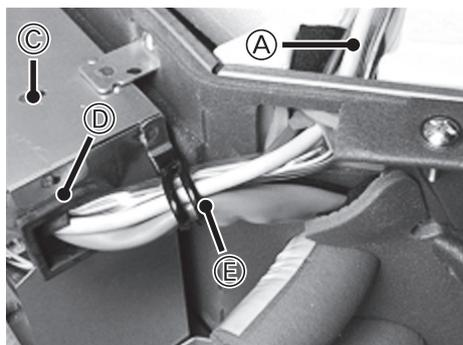

Fig. 4-3
- (3) Leid de draadloze verbindingkabel door de BUS van de kast met elektrische componenten en sluit de kabel vervolgens aan op CN90 op de besturingsmodule van de binnenunit. (Fig. 4-3)
- (4) Zet de kabels en draden met de klem vast.